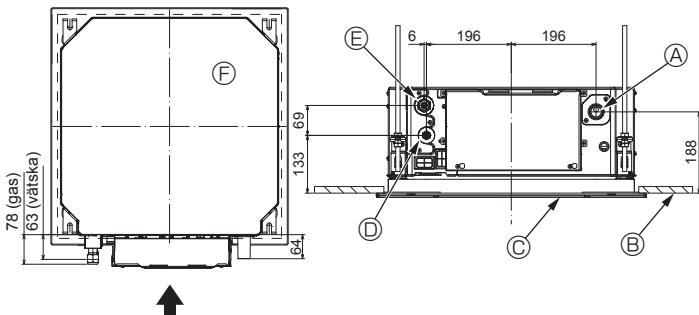

Fig. 3-1
3.1. Placering av köldmedelsrör och kondensvattenrör på inomhusenheten (Fig. 3-1)